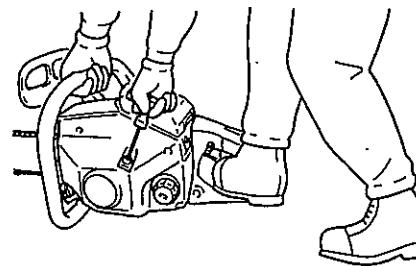

図 18
- (6) 右足で後ハンドルを、左手で前ハンドルを押さえてスタートハンドルを引きます。スタートハンドルは静かに10cmほど引き、次にそのまま力を入れて一気に引っ張ります。(図18)
- (7) 数回引いて爆発音がしたら、チョークレバーを元に戻し、もう一度スタートハンドルを引くとエンジンは始動します。
- (8) スロットルレバーを少し引いて離すと、エンジンはアイドリングに戻ります。
- (9) 前ハンドガードを前ハンドル側に引いて、チェンブレーキを解除します。